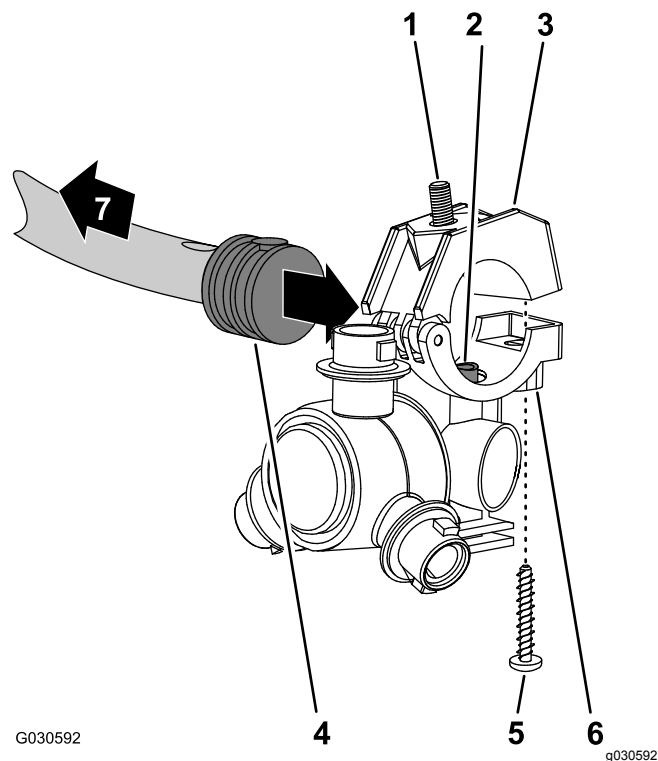

Рисунок 129
1. Совместите трубу для перекачивания в опоре распылительного сопла (Рисунок 129) с отверстием в боковой части хвостовика одностороннего шлангового штуцера типа «елочка» (1/2 дюйма).
2. Установите верхнюю половину зажима поверх хвостовика штуцера типа «елочка» и закрепите половину зажима и корпус распылительного сопла (Рисунок 129) с помощью винта из нержавеющей стали (№ 12 x 1-1/4 дюйма); затяните винт из нержавеющей стали с моментом от 14 до 18 Н·м.